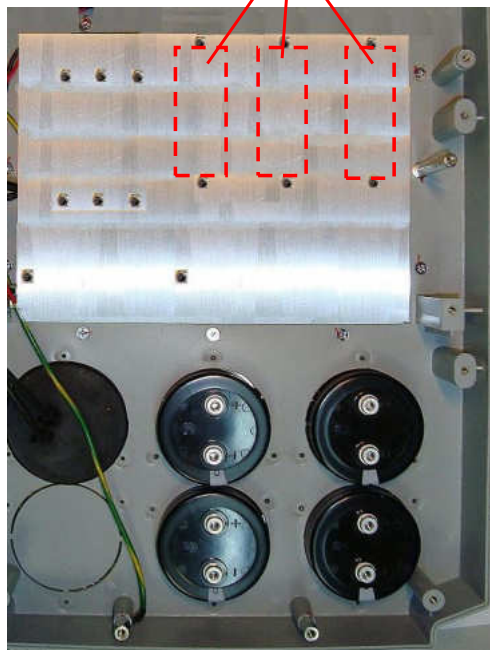

Рис. 7.8
7.5.2. Протереть радиатор в месте установки модуля салфеткой, смоченной СБС (рис. 7.8).
7.5.3. Установить модуль над отверстиями радиатора (рис. 7.8, 7.9). Слегка притереть модуль к радиатору и вкрутить четыре винта для предварительного крепления модуля (рис. 7.9, желтые стрелки).